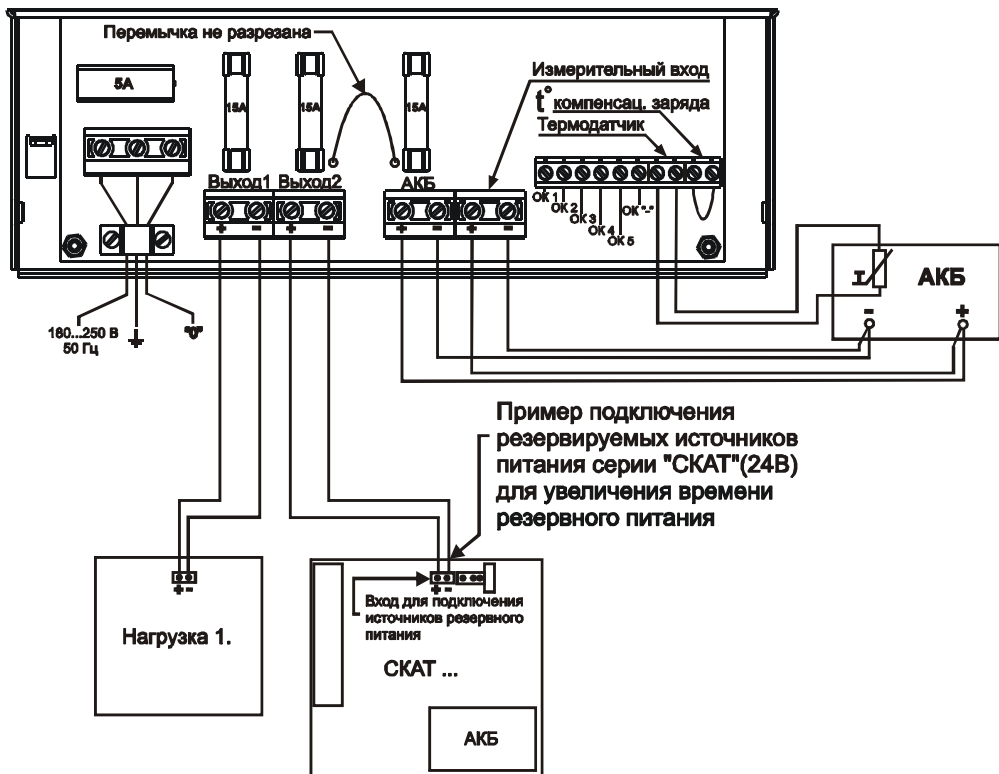

Рис.3
Произведите подключение соединительных линий, к клеммам источника руководствуясь схемой подключения источника (рис.3) в следующей последовательности:
- ♦ Проверьте правильность произведенного монтажа в соответствии со схемами подключений (рис.3 – 6).